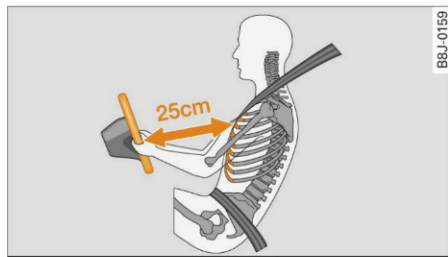

Fig. 168 Distanța minimă a șoferului față de volan
- Reglați astfel scaunul șoferului încât distanța dintre volan și torace să fie de cel puțin 25 cm $\Rightarrow$ fig. 168.
- Reglați scaunul astfel încât între torace și centrul volanului să existe o distanță de cel puțin 25 cm $\Rightarrow$ fig. 168.